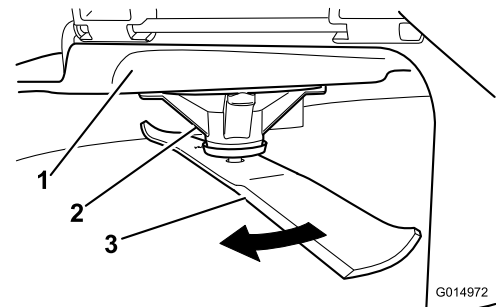

Figura 77
2. Llevando guantes fuertemente acolchados u otro tipo de protección apropiada para las manos, gire la cuchilla lentamente hasta una posición que permita medir la distancia entre el filo de corte y la superficie nivelada en la que descansa la máquina (Figura 77).